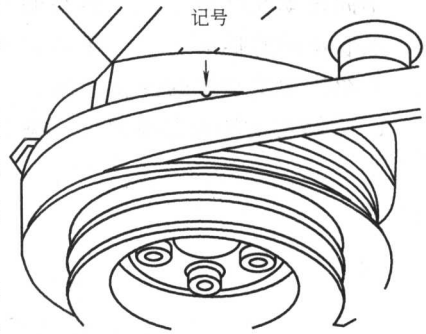

图 1-3 曲轴带轮记号
- 2) 转动曲轴带轮 5,使其记号与机体记号对齐(图 1-3),此时为第一缸活塞处于上止点位置。保持该位置不变,以备后面观察配气齿轮位置用。